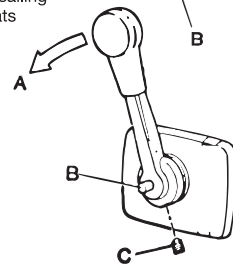

Fig. 18
- Schalten Sie auf „Vorwärt“ (A Fig.18). Montieren Sie den Leerlauf-Knopf auf der Achse durch festen Druck.